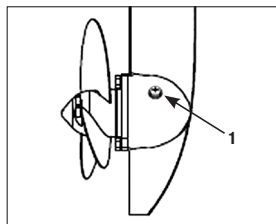

Рис. 4 Заправка масла в корпус редуктора
- Открутите пробку 1 контрольного отверстия (Рис. 4).
- Закрутите на место пробку 1 контрольного отверстия (Рис. 4).